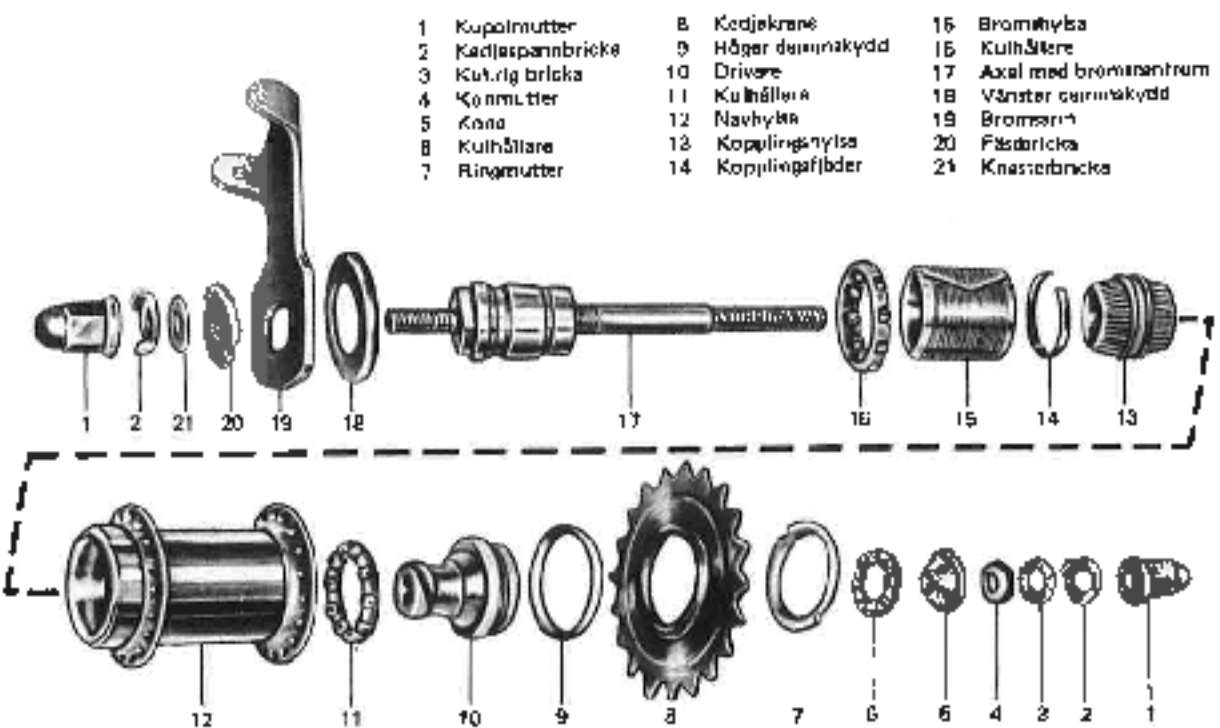

Bild 1. Backus-Norris C
Novo C	bild 1
Isättning bakaxel Nova C (Bild 1)
(Bild 1)
8. Sätt dit brickor och kopplmutter i den ordning som anges på bild 1.